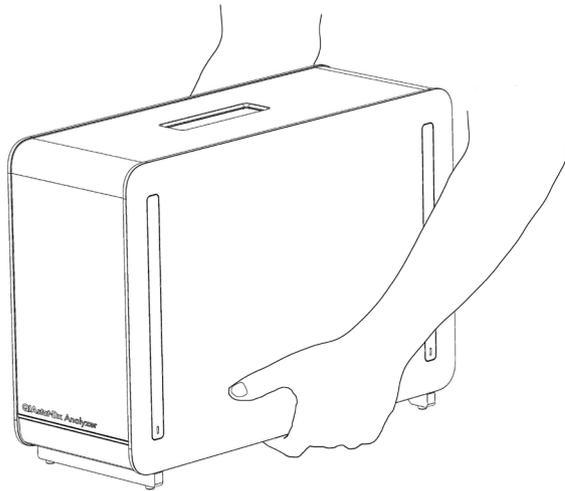

図 4. 分析モジュールの適正な取り扱い。
**注:** 分析モジュールは、図 4 に示すように、両手で基部から取り出して持ち上げ、取り扱う必要があります。